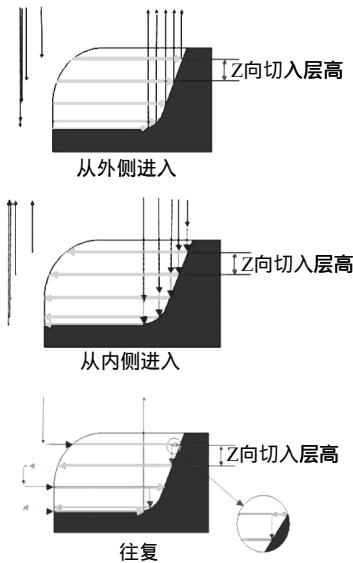

图 7-107 开放形状的加工方向
- 【开放形状的加工方向】：有以下三种选择，如图 7-107 所示。